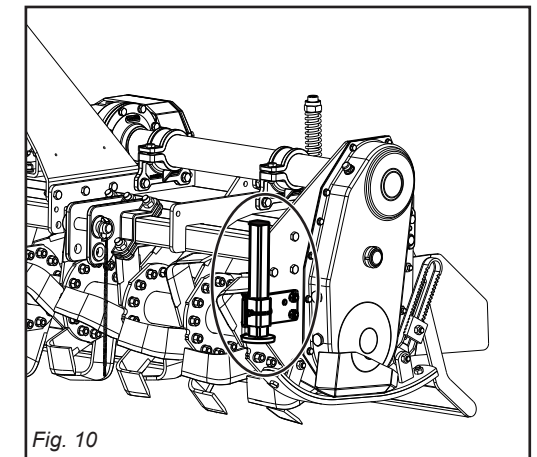

Fig. 10
- 5) Position the support foot as shown in the figure 10.
- 5) Positionnez le pied d'appui (voir Fig.10).
- 5) Den Stützfuß wie in Abb. 10 gezeigt anordnen.